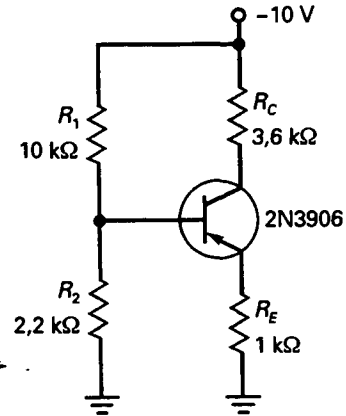

Figura 8-25
- ¿Cuánto vale la tensión de emisor en el circuito de la Figura 8-25? ¿Cuánto vale la tensión de colector?